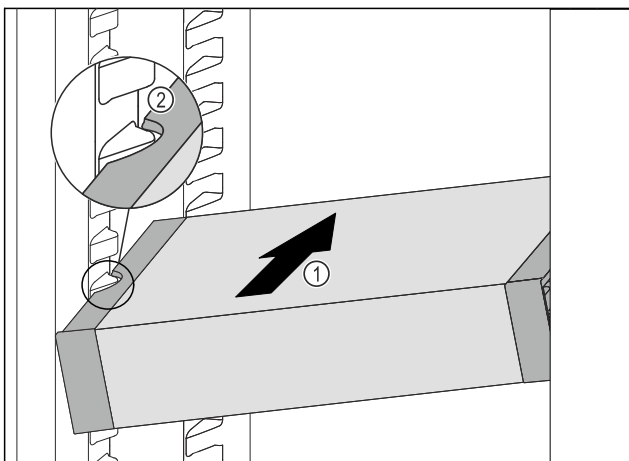

Fig. 61
- ▶ VarioSafe schräg in das Kühlteil einschieben Fig. 61 (1), bis sich die seitlichen Aussparungen Fig. 61 (2) des VarioSafes auf Höhe der Behälterrippe im Kühlteil befinden.